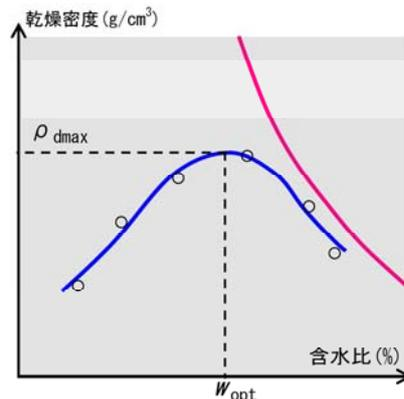

図1 締め固め曲線
含水比を変化させた土を締固めて得られた乾燥密度と含水比との関係は、図1に示す締固め曲線で表わせます。乾燥密度が最大となるときの含水比を最適含水比  $w_{opt}$ 、そのときの乾燥密度を最大乾燥密度  $\rho_{dmax}$  と呼びます。また、土が飽和していると仮定すると、乾燥密度と含水比との関係はゼロ空気間隙曲線（後述の③式）で表わせます。最適含水比以降の締固め曲線は、ゼロ空気間隙曲線と同程度の傾きを示します。